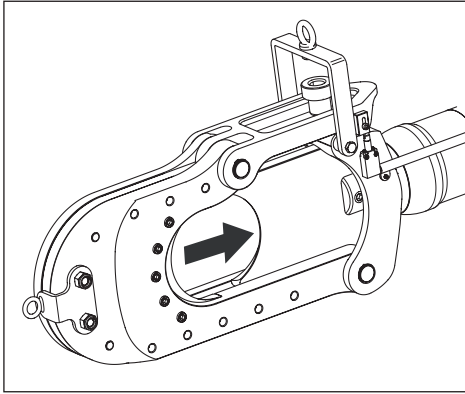

Figure 7, Piston et lame en position de repos (entièrement rentré)
Assurez-vous toujours que le piston et la lame mobile sont dans la position de « repos », et soient entièrement rentrés, avant de poser l'objet dans la tête de la cisaille. Se reporter à la Figure 7.
2. Assurez-vous que le piston est en position de « repos » (entièrement rentré). Se reporter à la Figure 7.
1. Démarrez la pompe. Poussez le piston en position de « repos » (entièrement rentré). Se reporter à la Figure 7.